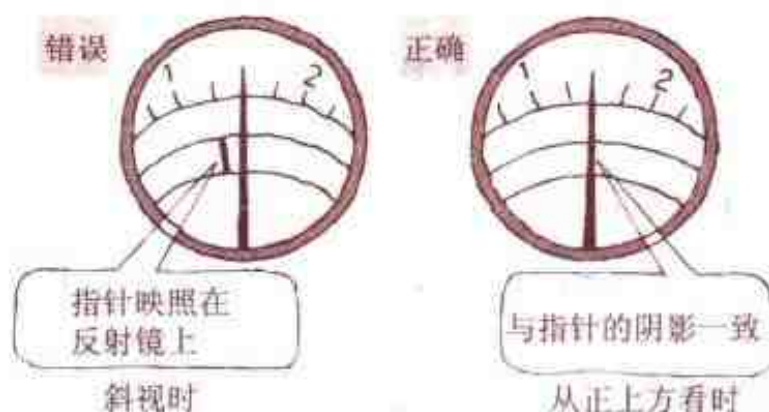

图 4 万用表的读法
① 将万用表水平放置,使指针不照到反射镜上,从正上方观察读数(参见图 4);